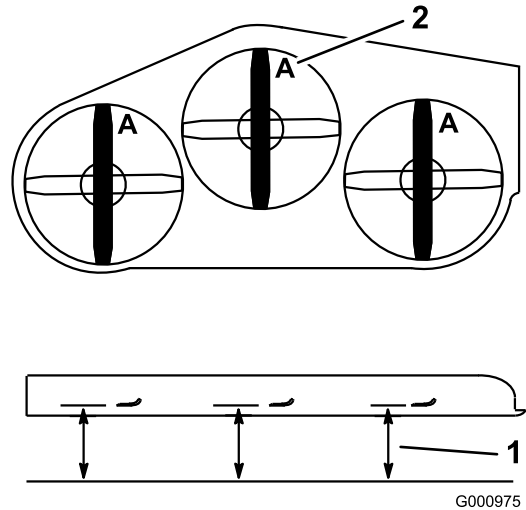

Figure 93
4. Mesurez la distance entre la surface plane et le tranchant (position A) des lames (Figure 93).